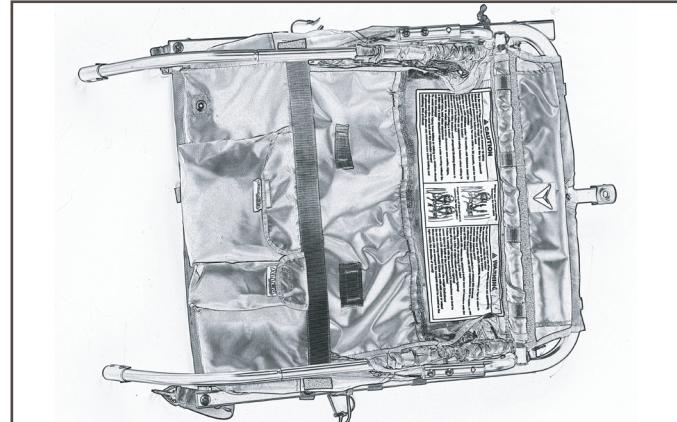

図39
- c. 図のように、トレーラーがペちゃんこになるまでフレームを畳みます(図39)。